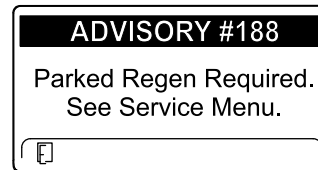

Figure 44
- Régénération en stationnement requise MISE EN GARDE N° 188 (Figure 44)